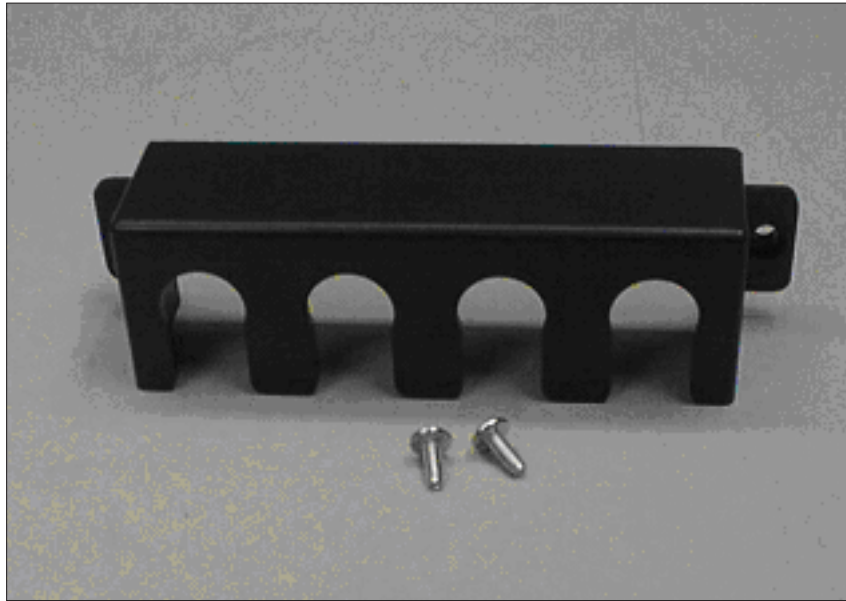

図 18. 2145 UPS-1U電源ケーブル保持ブラケットのハードウェア
2. パッケージからブラケットと 2 個のねじ (24 ページの図 18 参照) を取り出します。